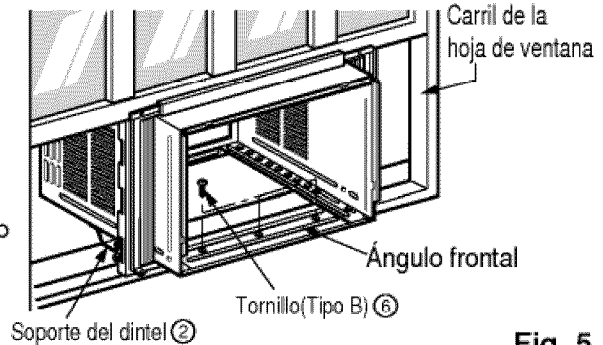

Fig. 5
- 6 El gabinete debe ser instalado con una ligera inclinación (aproximadamente 1/2") de modo que el lado externo quede hacia abajo (ver Fig. 5) Ajuste el perno y la tuerca del soporte al dintel 2 para equilibrar el gabinete.